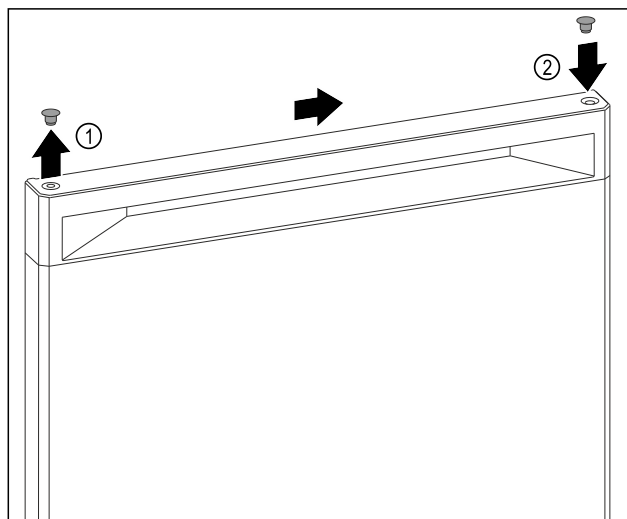

Fig. 9
- Levantar con cuidado el tapón de la tapa del lado superior de la puerta Fig. 9 (1) con el destornillador plano.
- Insertar el tapón de la tapa en el lado opuesto. Fig. 9 (2)